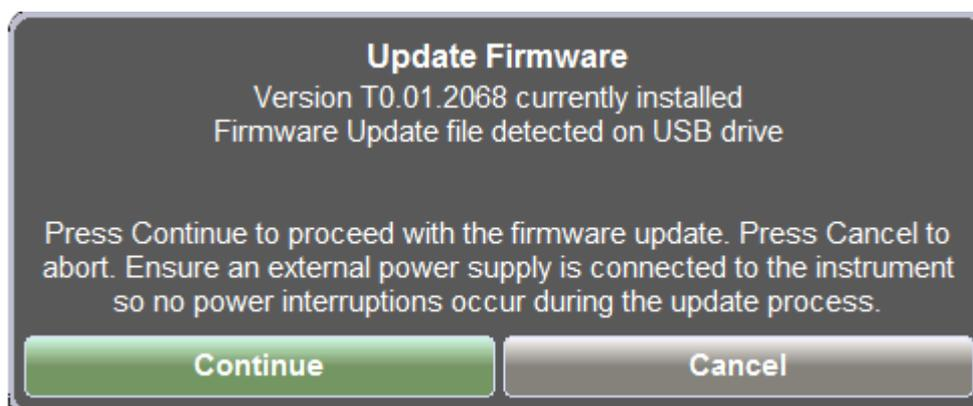

Рисунок 8-7. Сообщение о запуске обновления
6. Нажмите клавишу **Preset** (9).
7. В меню **Reset** нажмите **Update Firmware**. На экране отобразится диалоговое окно Update Firmware (рис. 8-7 на стр. 8-6).